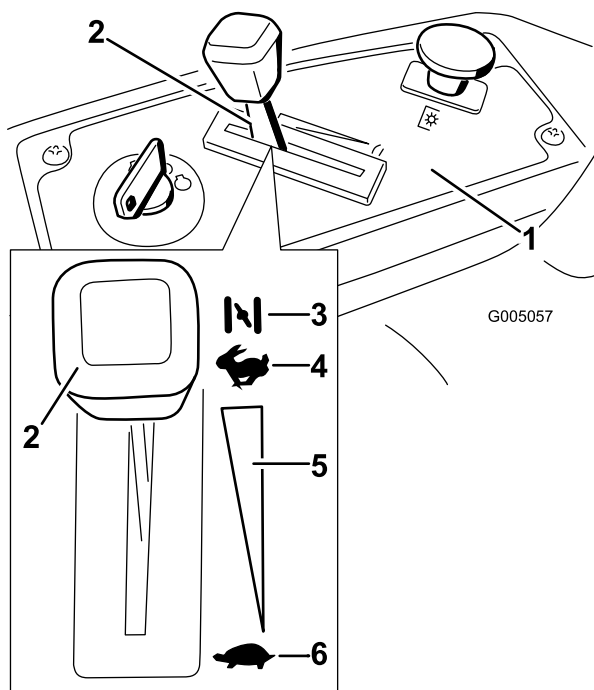

Figure 12
- Placez la manette d'accélérateur en position Starter pour démarrer à froid (Figure 12).
5. Lorsque le moteur a démarré, amenez progressivement la manette d'accélérateur en position de Haut régime (Figure 12). Si le moteur cale ou hésite, ramenez la manette d'accélérateur en position de starter pendant quelques secondes. Répétez l'opération si nécessaire.
3. Tournez la clé de contact à la position contact coupé (Figure 12) et enlevez-la.